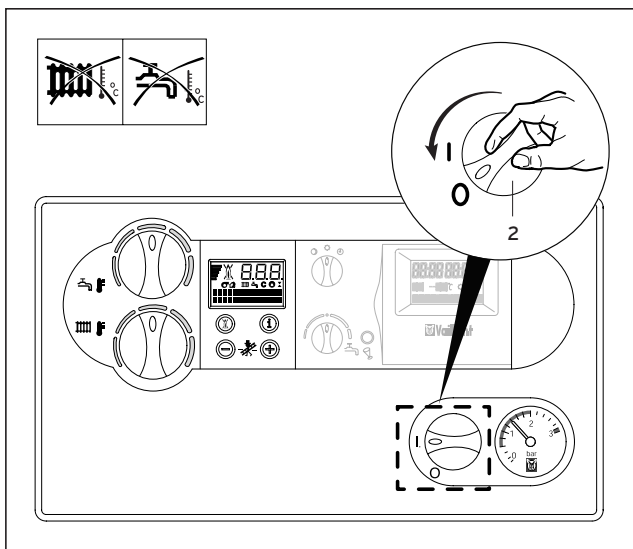

Abb. 3.13 Vollständige Außerbetriebnahme
- Drehen Sie hierzu den Hauptschalter (2) auf die Stellung „0“ (Abb. 3.13).